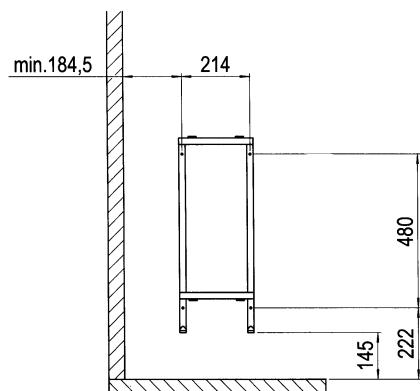

Fig.3
- Atornillar el soporte de pared con los cuatro tornillos 5x35 para madera teniendo en cuenta las distancias mínima a la pared de la sauna (ver Fig.3).